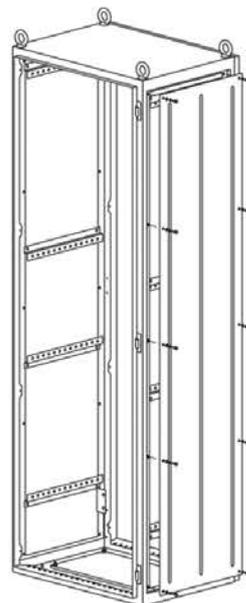

Рисунок 1
4.2.1 Вставьте панель боковую, таким образом, чтоб отгиб боковой панели был направлен в проём каркаса. Совместите отверстия в панели с резьбовыми отверстиями в каркасе шкафа и закрепите десять винтами М6х16 с плоской и пружинной шайбой (рисунок 1).